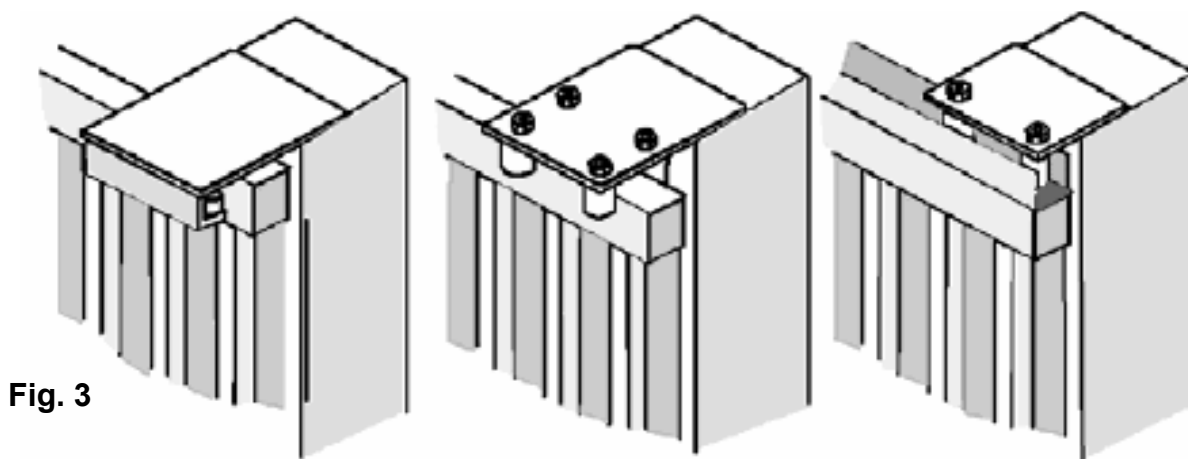

Fig. 3
- Prima di procedere al montaggio dell'automatismo, si verifichi che il cancello sia perfettamente funzionante, inoltre, è opportuno verificare che la guida di scorrimento a terra (**V. Fig. 1**) non presenti malformazioni, che sia perfettamente a livello e che sia presente il fermo meccanico in apertura (**V. Fig. 2**) al fine di evitare che il cancello esca fuori dalle guide superiori (**V. Fig. 3**)
- Verificare la guida di scorrimento superiore (**V. Fig. 3**) che sia ben salda e il cancello vi scorra liberamente.
Fissare la cremagliera sul cancello in modo saldo prevedendo una distanza da 2 a 3 mm dal pignone del motore (Fig.3).